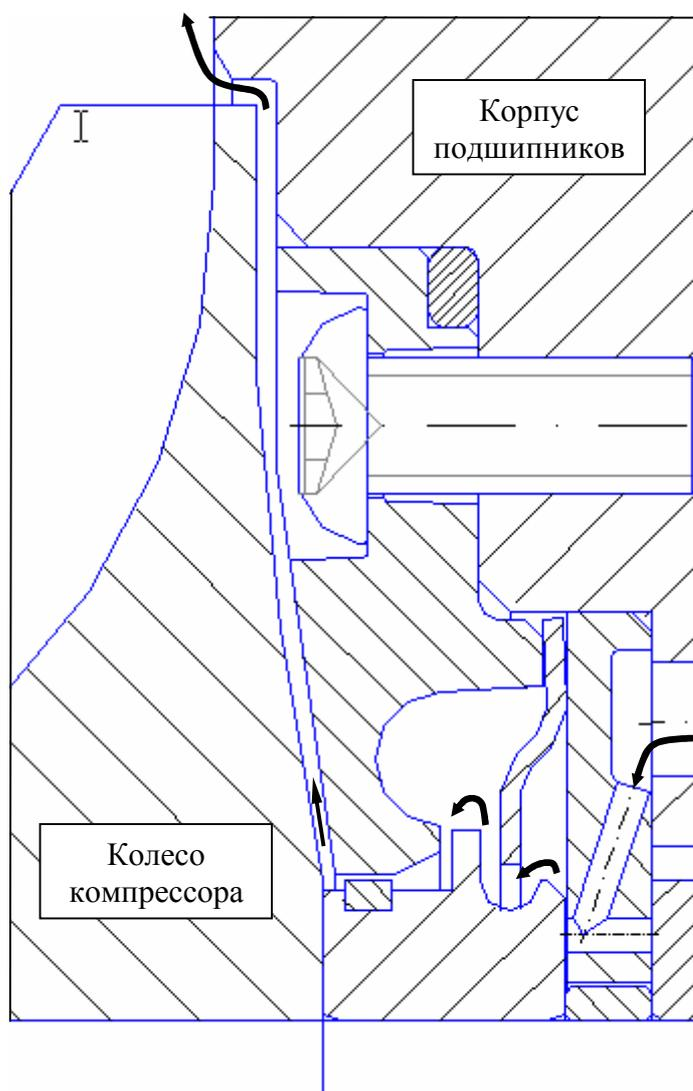

Рис.11. Схема движения смазочного масла через лабиринтное уплотнение колеса компрессора ТКР при работе двигателя на минимальных оборотах холостого хода.
5.4. Внимание: работа двигателя более 10 минут на минимальных оборотах холостого хода не рекомендуется, т.к. за счет разрежения, создаваемого цилиндро-поршневой группой, давление воздуха внутри корпуса компрессора устанавливается ниже атмосферного. Часть смазочного масла из корпуса подшипников ТКР через лабиринтное уплотнение колеса компрессора поступает в систему впуска двигателя, вызывая его повышенное дымление (см. рис. 11).